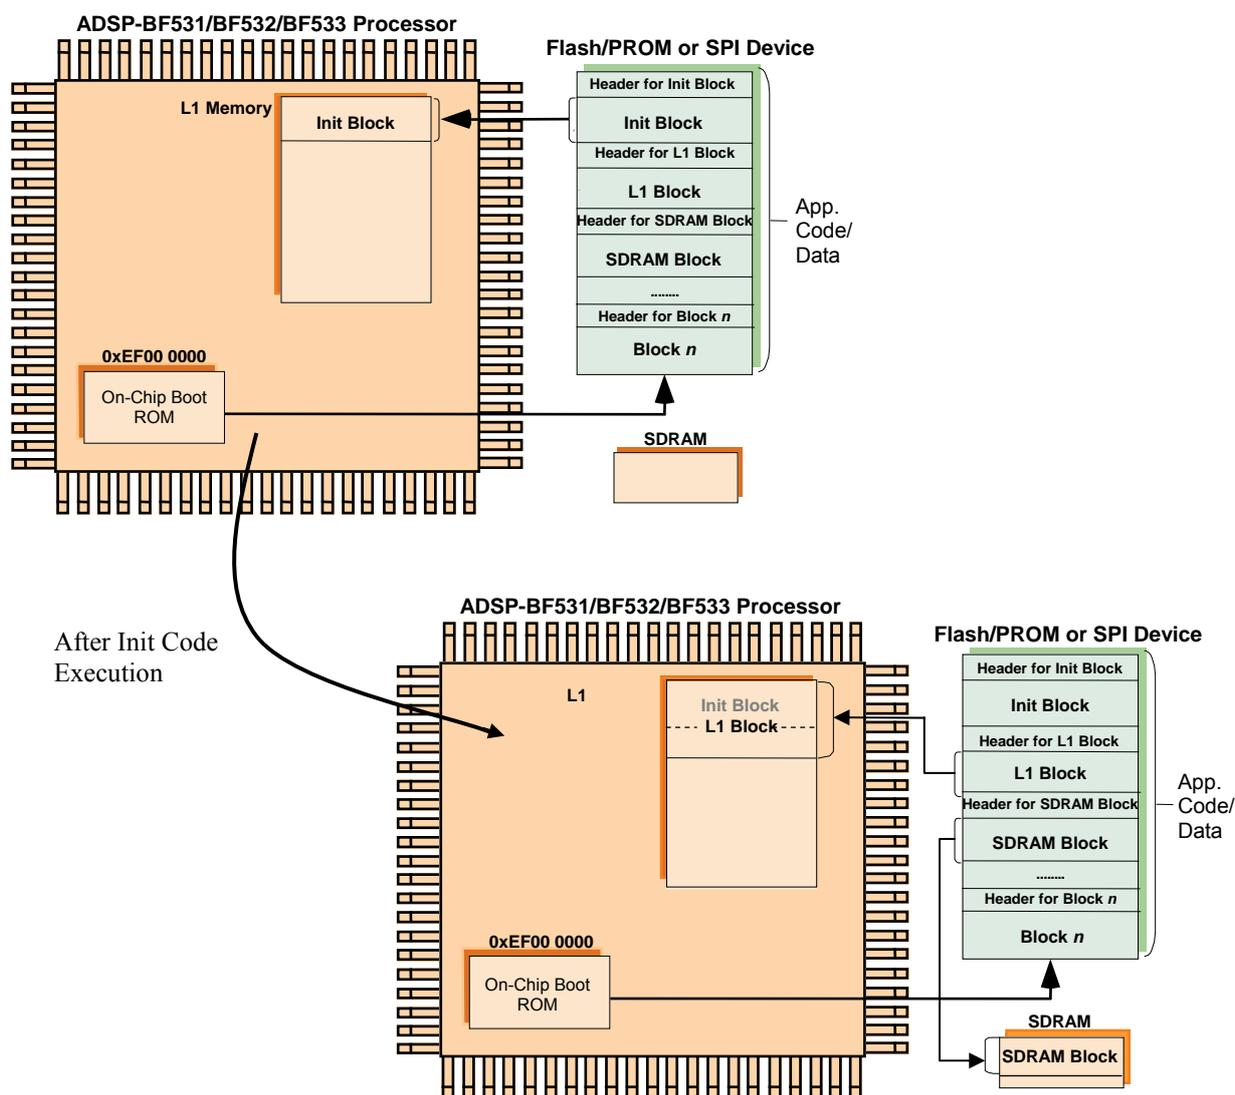

図5.Init コードの実行/ブート
- **ビット 3: INIT**—初期化ブロック(Init Block)は、実際のアプリケーション・コードがブートする前に実行されるコード・ブロックです。内蔵ブートROMがInit Blockを検出すると、そのブロックを内部メモリ内でブートさせ、そのブロックに対してCALLを実行します(Initコードの終わりにはRTSが必要)。Initコードを実行した後、一般にアプリケーション・コードで上書きされます。図 5を参照してください。